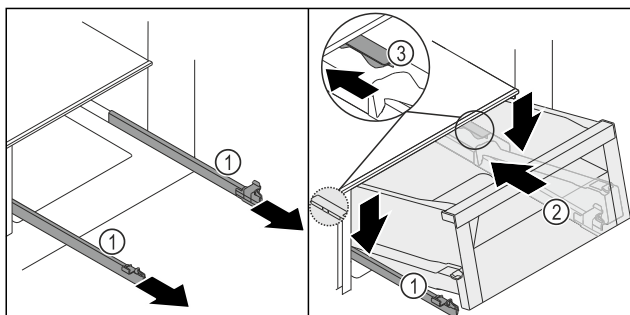
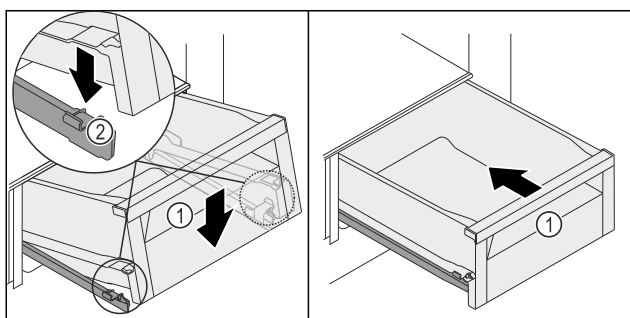

Fig. 196
Fig. 197
- Kolejničky Fig. 196 (1) pevně držte a zásuvku Fig. 196 (2) nasadíte shora za zářez Fig. 196 (3) na kolejničkách Fig. 196 (1).
- Zásuvku Fig. 196 (2) na kolejničkách Fig. 196 (1) zasuňte až na doraz směrem dozadu.
- Zásuvku Fig. 196 (2) vpředu spusťte dolů tak, aby se zásuvka zasunula vlevo a vpravo do svorky Fig. 197 (2).
- Zásuvka Fig. 197 (1) slyšitelně zacvakne.
- Zásuvku Fig. 197 (1) zasuňte.